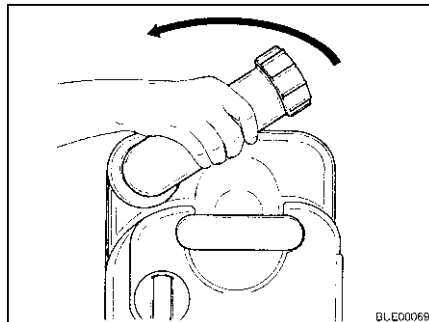

Fig. 254 Tourner la tubulure d'évacuation
- Tourner la tubulure d'évacuation vers le haut (Fig. 254).